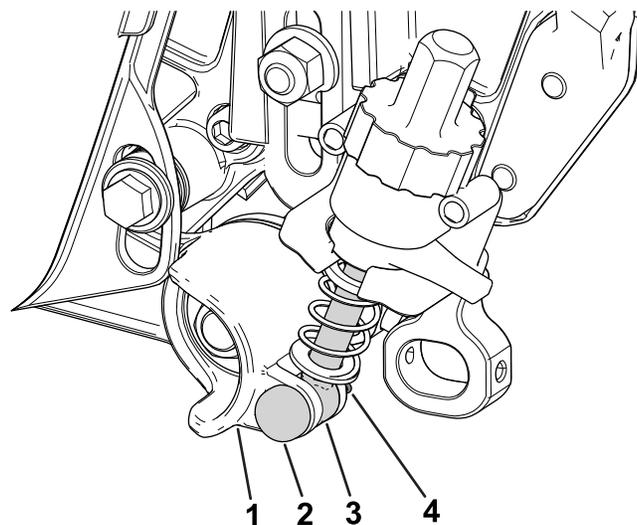

Figura 13
- Alinhe a barra do conjunto dos braços de ajuste perto do anel de ajuste no conjunto do rolete e prenda no anel com um pino de ajuste e perno de gancho (Figura 13).